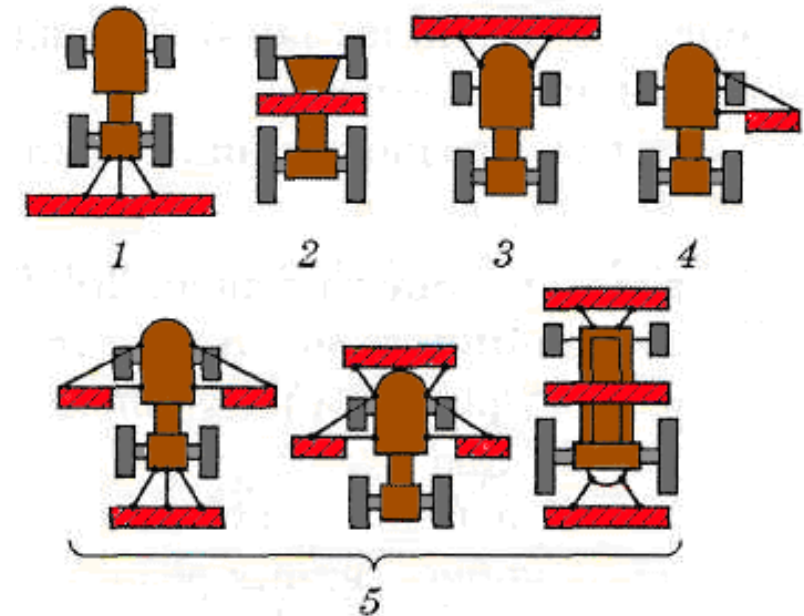

Рис. 2
2. Розгляньте різні варіанти розміщення начіпних знарядь на тракторі (рис. 2):